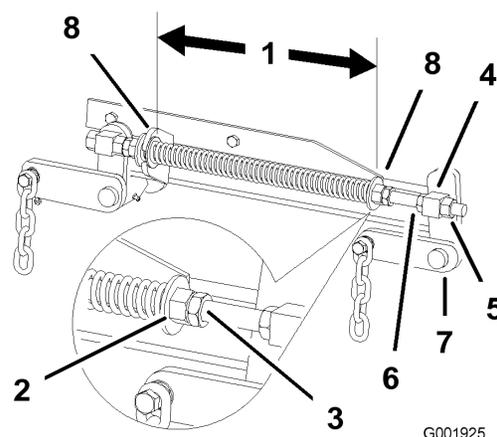

Figura 63
- Compruebe la distancia entre las dos arandelas grandes, que debe ser de 28,2 cm para plataformas de cortacésped de 52 pulg., o 26,7 cm para plataformas de cortacésped de 60 pulg. (Figura 63).
- Ajuste esta distancia aflojando la contratuerca elástica y girando la tuerca que está delante de cada muelle (Figura 63).
- Fije la tuerca en la posición deseada apretando la contratuerca elástica (Figura 63).